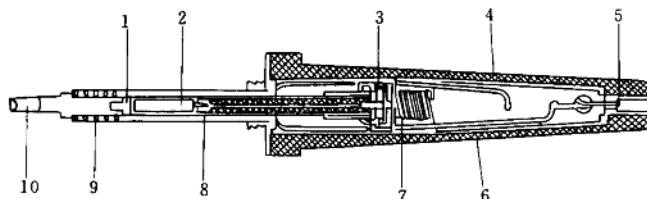

图 2-10 磁控电烙铁
2) 温控电烙铁 温控电烙铁是指烙铁头温度可以控制的电烙铁。根据控制方式的不同，又可分为电控电烙铁和磁控电烙铁两种。图 2-10 所示的是磁控电烙铁。当电烙铁接通电源后，软铁被软磁物质吸合，通过连杆使继电器接通，此时压缩弹簧被拉长。当烙铁头的温度升高到某一值时，软磁物质失去磁性，压缩弹簧将继电器拉开，停止对加热器件供电，烙铁头温度开始下降。降到一定温度时软磁物质恢复磁性，继电器吸合，又开始对加热器件供电。这样不断地重复而使烙铁头的温度保持恒定。选择不同的软磁物质可以得到不同的温度。